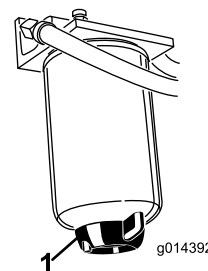

Рисунок 38
Ежедневно сливайте воду или другие загрязнения из водоотделителя (Рисунок 38).
2. Ослабьте сливную пробку в днище корпуса фильтра (Рисунок 38).